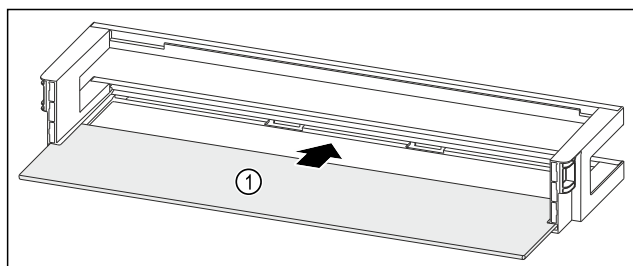

Fig. 117 Balconcino controporta con ripiano
- Inserire il ripiano Fig. 117 (1) negli incavi laterali.